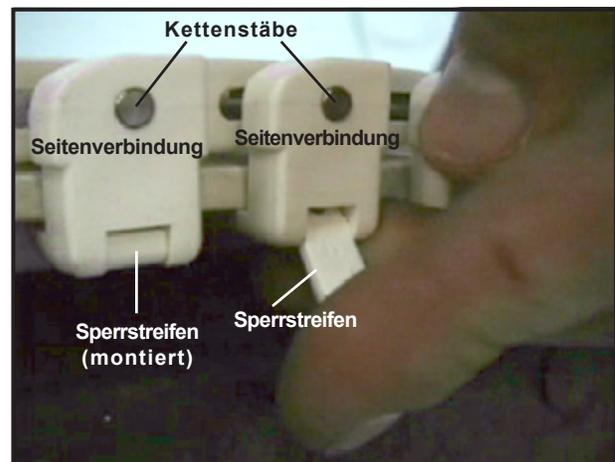

Abbildung 32: Fügen Sie den Sperrstreifen ein
- Sobald der Stab befestigt wurde fügen Sie die Sperrstreifen in die Seitenverbindungen ein (Abbildung 32). Die Sperrstreifen müssen nach oben in die Kettenverbindung einrasten. Die Sperrstreifen werden leicht in das Loch der Kette gleiten, wenn diese in einem leichten Winkel eingefügt werden.